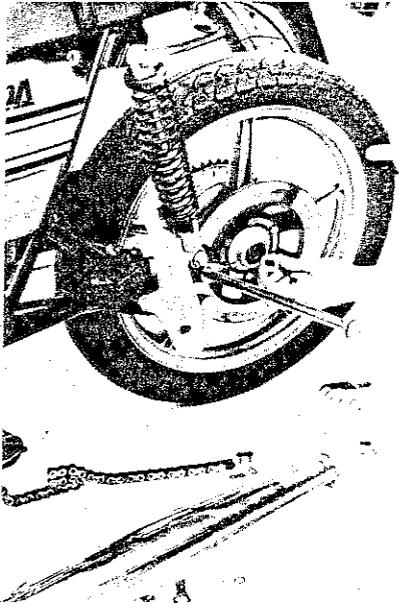

Fig. 200
- 4) Svitare uno dei due dadi del perno della ruota con una chiave da 24 mm e sfilare il perno, facendo attenzione ai distanziali posti da entrambi i lati e ai tendicatena che non vanno confusi tra loro e i cui bulloni di regolazione non vanno toccati (Fig. 200).
- 4) Undo one of the two nuts of the rear wheel spindle with a 24 mm spanner, and withdraw the spindle taking care of the spacers fitted to both sides of the wheel. Do not mix the chain tensioners and do not loosen or tighten the adjusting bolts (Fig. 200).